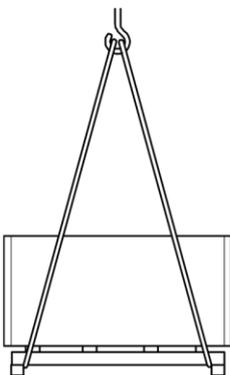

Abb. 17: Hebezeug anschlagen
1. Seile, Gurte oder Mehrpunktgehänge entsprechend Abb. 17 an der Palette anschlagen und Palette gegen Verrutschen sichern.